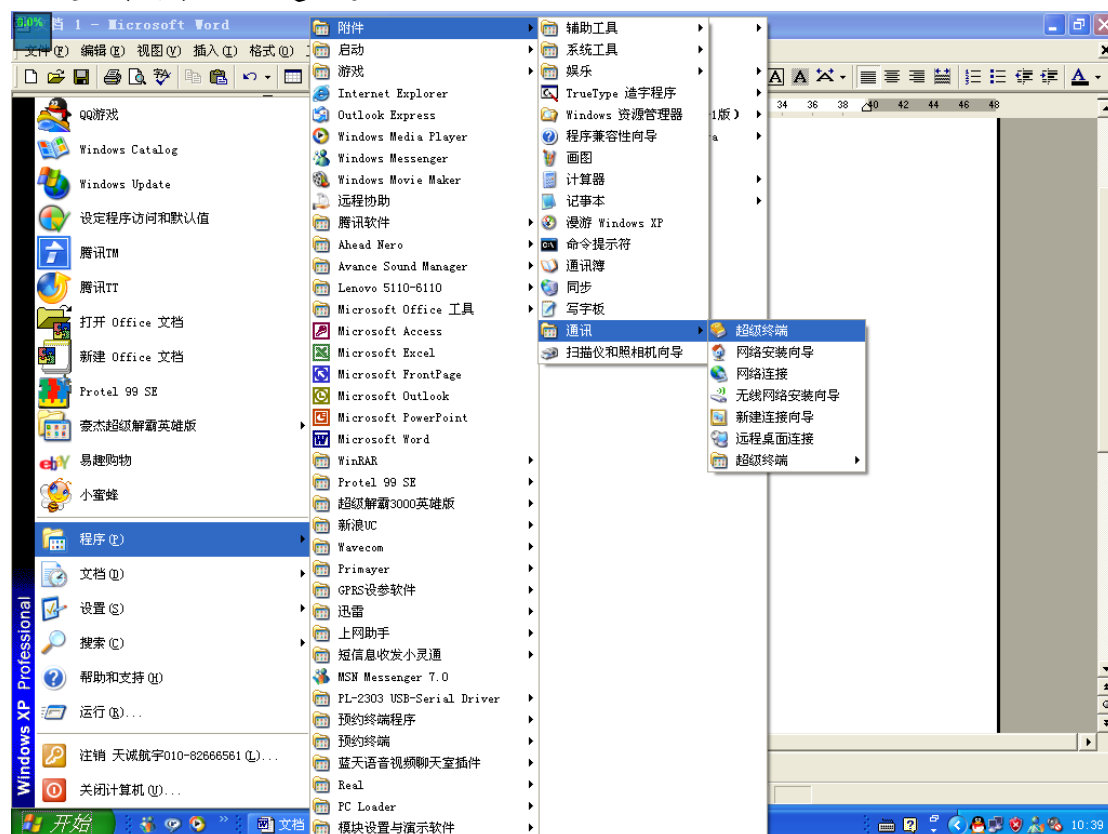

图 1
1、连接好 GSM MODEM，打开超级终端，如图 1 所示：